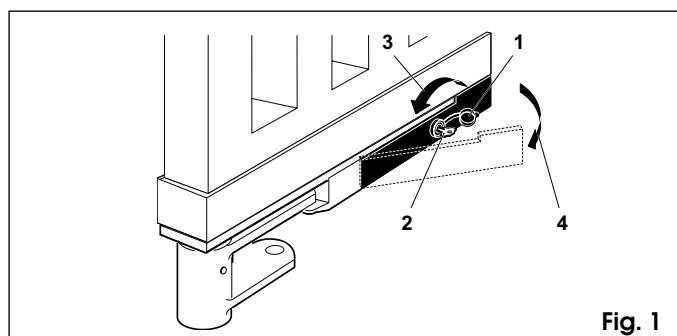

Fig. 1
Lubrifier périodiquement l'axe et la bille dans la patte de support à travers le trou prévu à cet effet fig. 1-rep. 13.
Toujours maintenir lubrifiés les axes de l'ensemble bielle-manivelle, le pignon et l'engagement de la serrure sur la patte de blocage (fig. 1-rep. 5) et vérifier l'efficacité du système de déverrouillage qui permet le fonctionnement manuel.
- ouvrir le capot de protection de la serrure (fig. 1-rep. 1)
- insérer la clé de déverrouillage dans la serrure (fig. 1-rep. 2)
- tourner la clé dans la direction du pilier jusqu'à l'arrêt (fig. 1-rep. 3)
- tirer la clé vers soi (fig. 1-rif. 4)